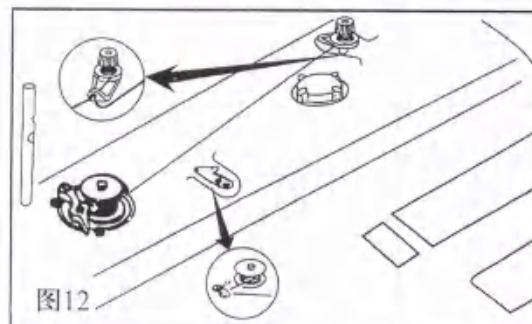

图12
10. 底线的绕法(图12) WINDING THE BOBBIN (FIG.12)